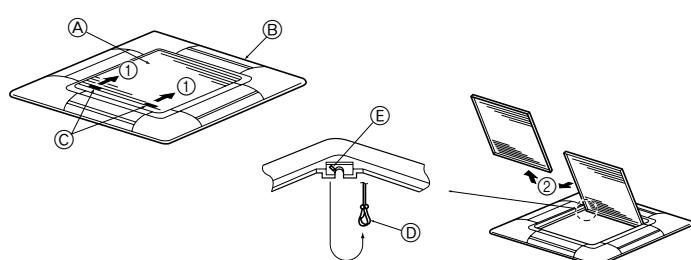
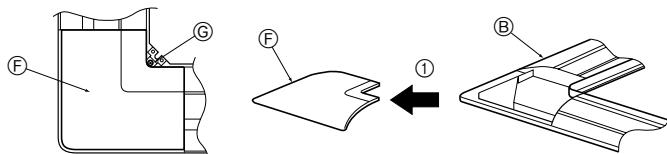

Fig. 5-3
Fig. 5-4
5.2.1. Πώς αφαιρούνται οι γρίλιες εισόδου αέρα (Fig. 5-3)
- Σύρατε τους μοχλούς προς την κατεύθυνση που δείχνει το βέλος ① για να ανοίξετε τις γρίλιες εισόδου αέρα.
- Με τις γρίλιες εισόδου αέρα στη θέση "open" ("ανοιχτές"), βγάλτε τον αρθρωτό τους σύνδεσμο από τις γρίλιες οπως δείχνει το βέλος ②.
5.2.2. Πώς αφαιρείται το γωνιακό πλαίσιο (Fig. 5-4)
- Αφαιρέστε τη βίδα από τη γωνία του γωνιακού πλαίσιου. Σύρατε το γωνιακό πλαίσιο όπως δείχνει το βέλος ① για να το αφαιρέσετε.